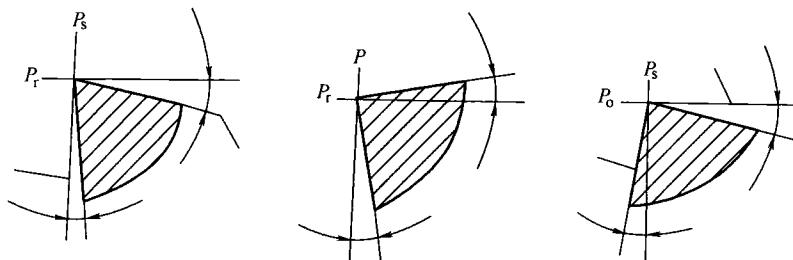

图 1-4
4. 在图 1-4 中, 分别填出辅助平面或刀面的名称及前角、后角的正或负。